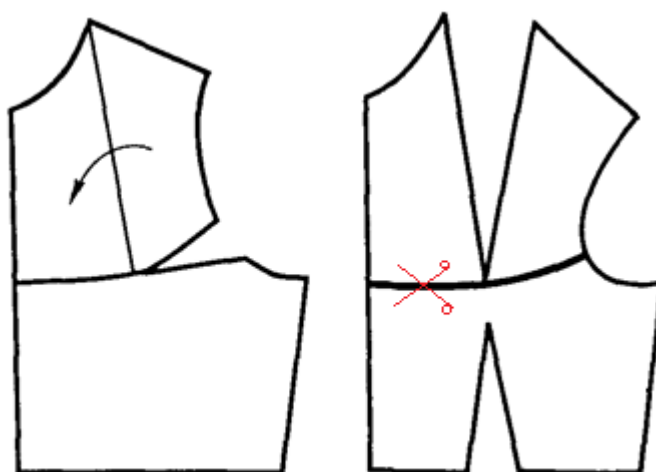

Рис.4
2. Обведіть шаблон в конспекті креслення основи пілочки розміру 164-92-96 до лінії талії (рис.4).
3. Нанесіть на креслення кольоровою ручкою лінію горизонтальної кокетки (горизонтально від лінії напівзаносу до центру грудей та плавною лінією до контрольної точки по проймі), покажіть на лінії ножиці (як показано на рис.4).
5. Виконайте переведення нагрудної виточки до лінії кокетки на пілочці, використовуючи кольоровий папір (*в конспекті*). Для цього з'єднайте сторони виточки на кокетці, як показано на рис.4.